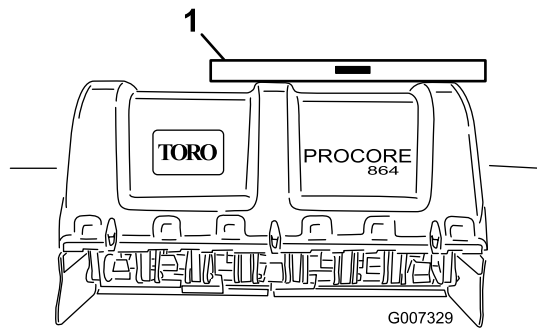

Figura 15
2. Collocate una livella sul telaio della macchina per verificare l'allineamento da un lato all'altro (Figura 15).